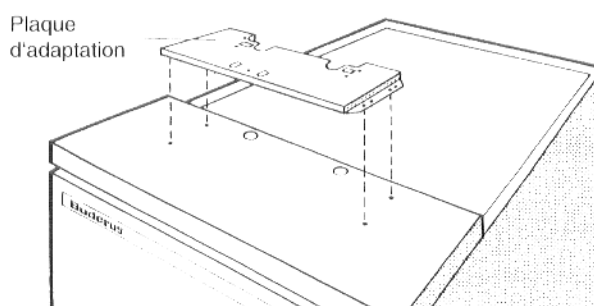

Fig. 9 - Illustration de principe
- Positionner la plaque d'adaptation sur le capot avant de la chaudière et la visser à l'aide de 4 vis Parker (fig. 9).